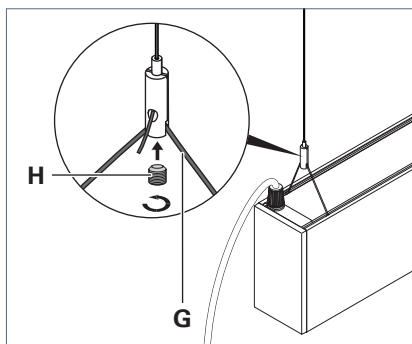

Fig. 16: Leuchte an Drahtseilhalter befestigen.
- Schieben Sie das Drahtseil **G** der Leuchte in den Drahtseilhalter, siehe Fig. 16.